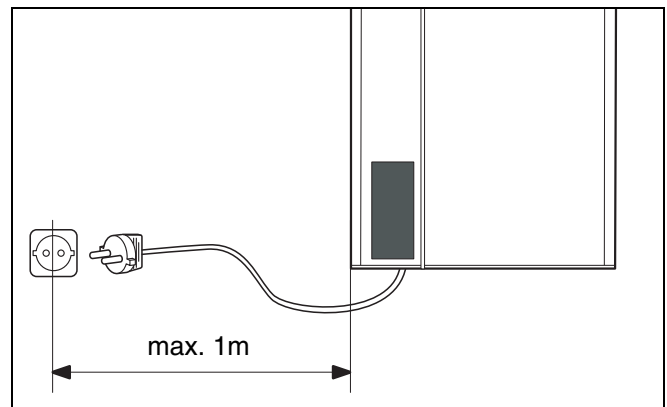

Abb. 11 Netzanschluss
- Der Netzanschluss erfolgt durch das eingebaute Netzkabel (1 m) mit Stecker an einer Schutzkontakt-Steckdose (Abb. 11).